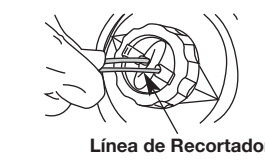

Fig. 34
2. Tome los 10 pies (3 m) de la línea de repuesto de 0.095 pulg. (2.41 mm) y pase sus dos extremos a través de los orificios de la perilla percusiva hasta que salgan por los ojete a ambos lados del cabezal de corte. Siga pasando la línea hasta que se vean aproximadamente 5 pies (1.5 m) a ambos lados del cabezal de corte. (Fig. 34)